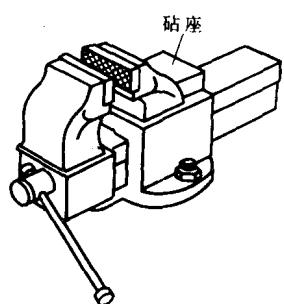

图 2-21 台虎钳
(4) 锯条安装可按加工需要,将锯条装成直向的或横向的,且锯齿的齿尖方向要向前,不能反装;锯条的绷紧程度要适当,若过紧,锯条会因受力而失去弹性,锯割时稍有弯曲,就会崩断;若安装过松,锯割时不但容易弯曲造成折断,而且锯缝易歪斜。
(5) 台虎钳又称台钳(图 2-21),是用来夹持工件的夹具,有固定式和回转式两种。台虎钳的规格以钳口的宽度表示,有 100、125 和 150 毫米等。台虎钳在安装时,必须使固定钳身的工作面处于钳台边缘以外,钳台的高度约 800~900 毫米之间。